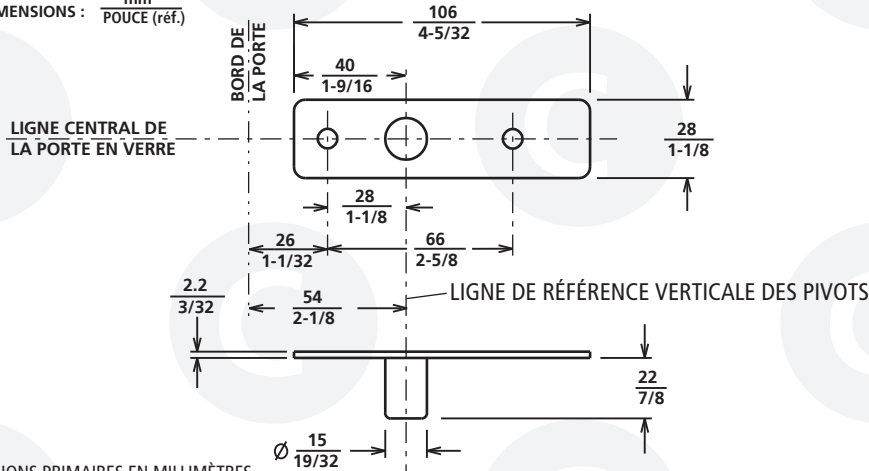

FIG.2
- 1) DÉTERMINER LA LIGNE DE RÉFÉRENCE VERTICALE DES PIVOTS ET L'ÉPAISSEUR DE LA PORTE (VOIR FIG.2)
- 2) PRÉPARER LE CADRE EN UTILISANT LE PIVOT SUPÉRIEUR COMME GABARIT (OU LES DIMENSIONS INDICUÉES SUR FIG.2)